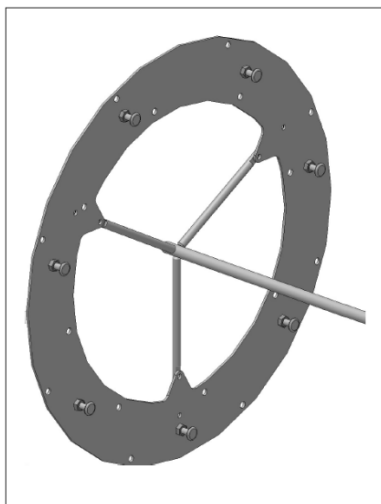

Figura 3.7
4. Introduzca las puntas de la espada en los orificios previstos para ello en el disco del rotor (ver la figura 3.7). Introduzca el otro extremo en los orificios correspondientes del disco en el lado opuesto.